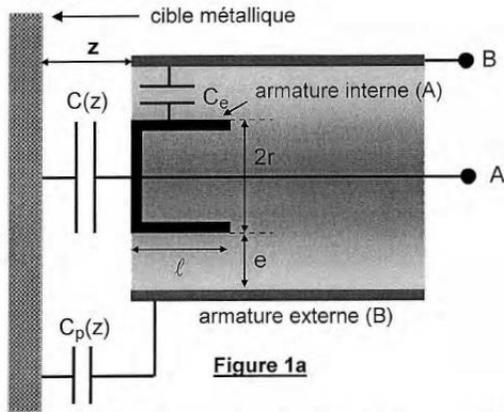

Figure 1a
Comme le montre la figure 1a ci-dessous, la tête de mesure de ce capteur est formée d'un conducteur cylindrique (A) et d'une enveloppe métallique coaxiale (B) réalisant un condensateur de capacité fixe  $C_e$  :